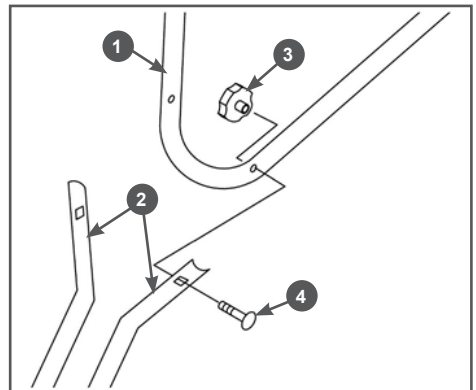

Рис. 7 Установка рабочих рукояток
6. Установите на стойки 2 рабочие рукоятки 1 (Рис. 7). Совместите отверстия в стойках 2 и рукоятках 1, вставьте в отверстия болты 4 и закрутите барашковые гайки 3 (Рис. 7).